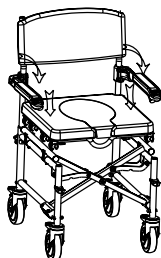

Fig.16
- Posare la seduta sul telaio della carrozzina e premere verso il basso per fissarne la posizione, dopodiché aggiungere il coperchio (Fig.16);